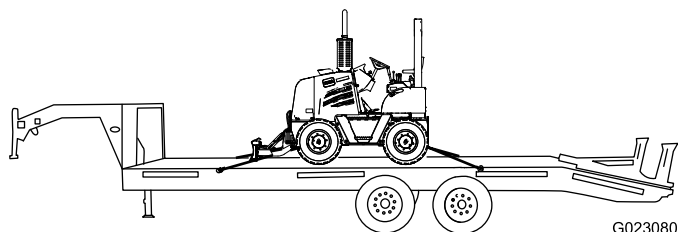

Рисунок 29
9. Прикрепите переднюю часть машины к трейлеру с помощью цепей и крепежных деталей (Рисунок 29).
10. Прикрепите заднюю часть машины к трейлеру с помощью цепей и крепежных деталей (Рисунок 29).